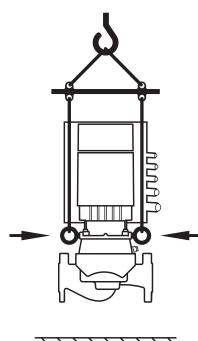

Fig. 8: Transporte da bomba
- O transporte da bomba tem de ser efetuado através de meios de suporte de carga autorizados (p. ex., bloco de polias, grua, etc.). Estes devem ser fixados aos olhais de transporte existentes no flange do motor (Fig. 8, aqui representado: Direção de elevação com veio do motor na vertical).